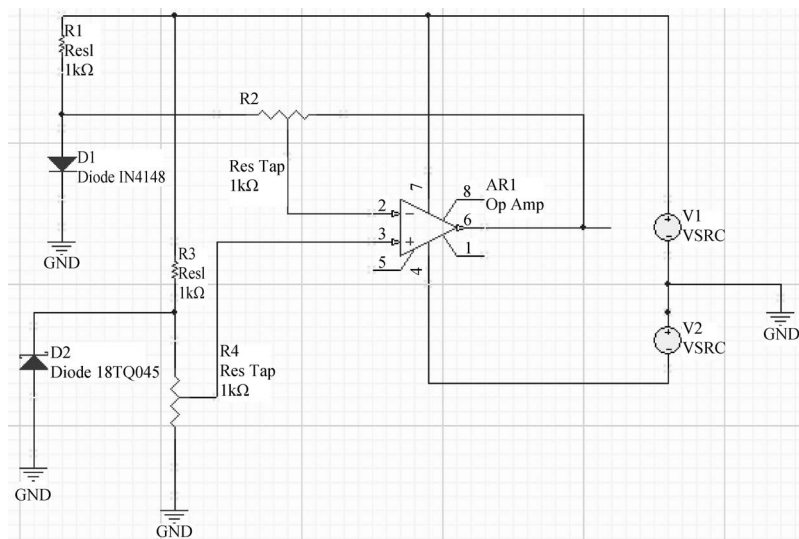

图 3-60 为电路元器件和信号源分配唯一的标识
(5) 按照前面所介绍的给元件分配标识符的方法,为电路中的元件和信号源分配唯一的标识符。图 3-60 给出分配完标识符后的原理图界面。